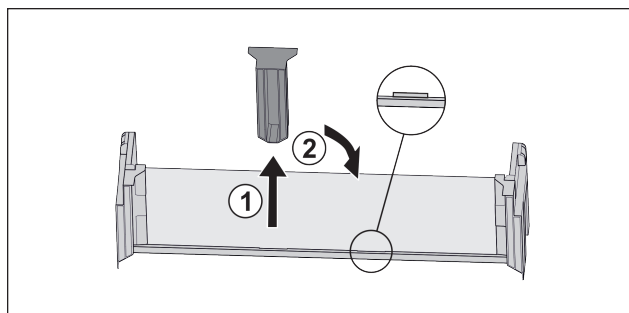

Fig. 23
► Træk den midterste holdedel ud Fig. 23 (1).
► Sæt den midterste holdedel i på den anden position Fig. 23 (2).